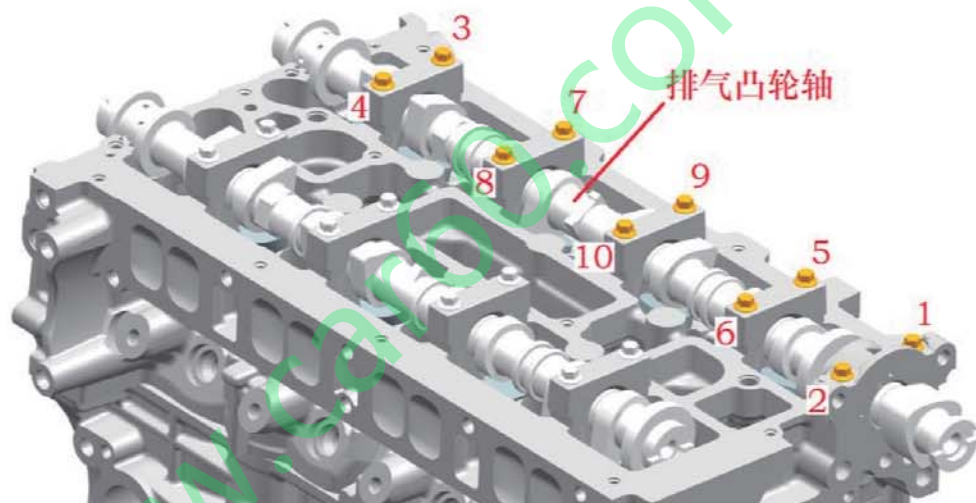

图 9.2
- 4、按下图 9.2 所示顺序卸下凸轮轴轴承盖II、凸轮轴轴承盖III，取下排气凸轮轴。